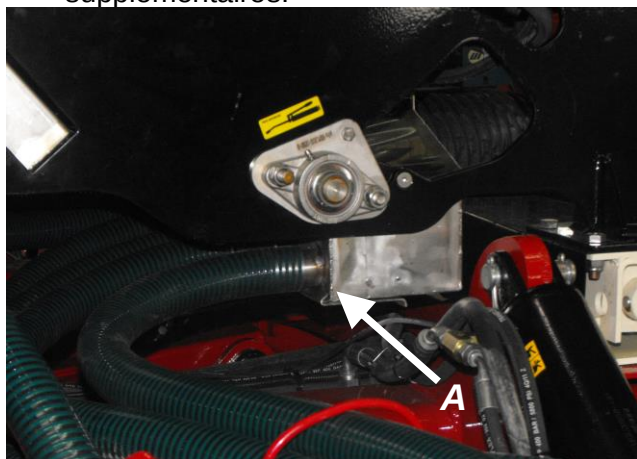

Figure 12S
6. Installez les deux boyaux PVC fournis à la livraison de l'applicateur à chacune des extrémités de la boîte à air (cannelures demi-dose) [figure 12S, **A**]. Passez les boyaux dans les supports prévus à cet effet et les relier aux descentes des disques d'engrais supplémentaires.